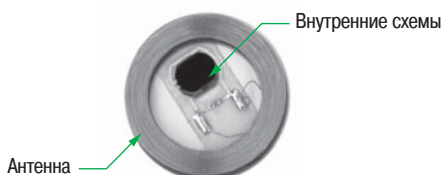

Рис. 31: Фото метки RFID системы
■ Антенна (см. Рис. 31)
■ Внутренние схемы для обработки (см. Рис. 31)